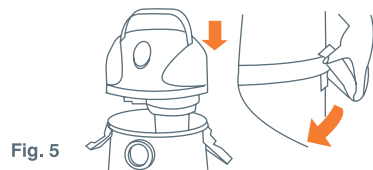

Fig. 5
Vuelva a montar la cubierta motor (3) sobre el depósito (4) asegurándola con los ganchos de cierre (7) (Fig. 5).